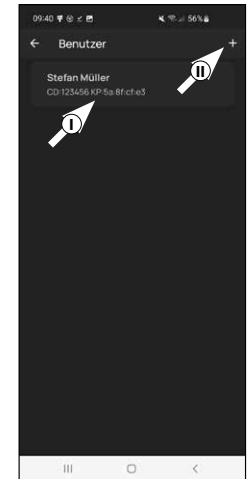

Fig. 2
- ! **Aviso:** Alternativamente, llegados a este punto también puede crear un nuevo perfil de usuario adicional. Para ello, pulse «+», en la parte superior derecha (II) (Fig. 2).